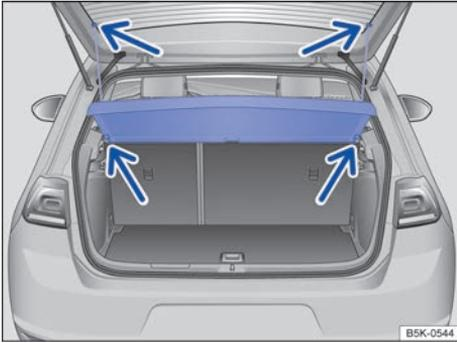

Fig. 162 En el maletero: desmontar y montar la cubierta.
- Desenganche las cintas de sujeción del portón del maletero → **fig. 162** (flechas superiores).
- Desencaje la cubierta de los soportes laterales tirando de ella hacia arriba → **fig. 162** (flechas inferiores).
- Encastre la cubierta en los soportes laterales desde arriba → **fig. 162** (flechas inferiores).
- Enganche las cintas de sujeción en el portón del maletero → **fig. 162** (flechas superiores).